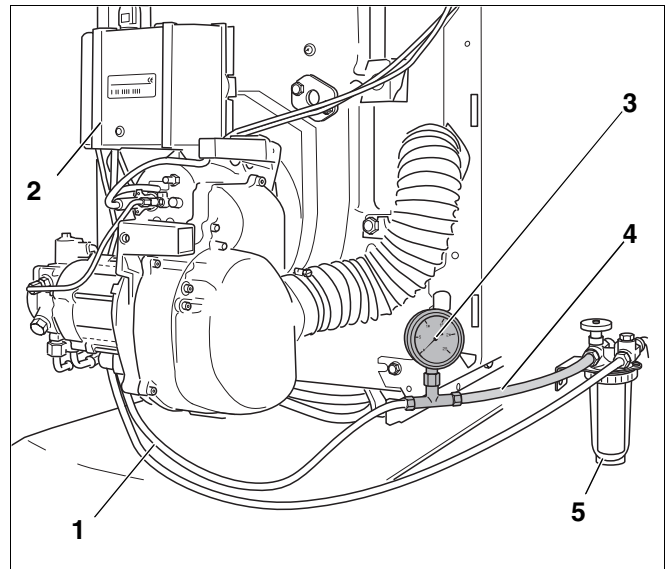

Abb. 16 Ölansaugleitung demontieren
- Ölabsperrhahn am Ölfilter (Abb. 16, **Pos. 5**) schließen und transparenten Schlauch (Abb. 16, **Pos. 4**) mit Vakuummeter (Abb. 16, **Pos. 3**) demontieren.
- Ölansaugleitung (Abb. 16, **Pos. 1**) an den Filteranschluss des Ölfilters (Abb. 16, **Pos. 5**) anschrauben.
- Ölabsperrhahn am Ölfilter (Abb. 16, **Pos. 5**) öffnen.